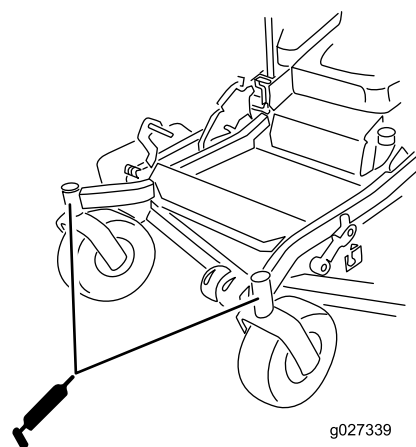

Figure 44
10. Remettez le bouchon hexagonal et le capuchon antipoussière en place (Figure 44).